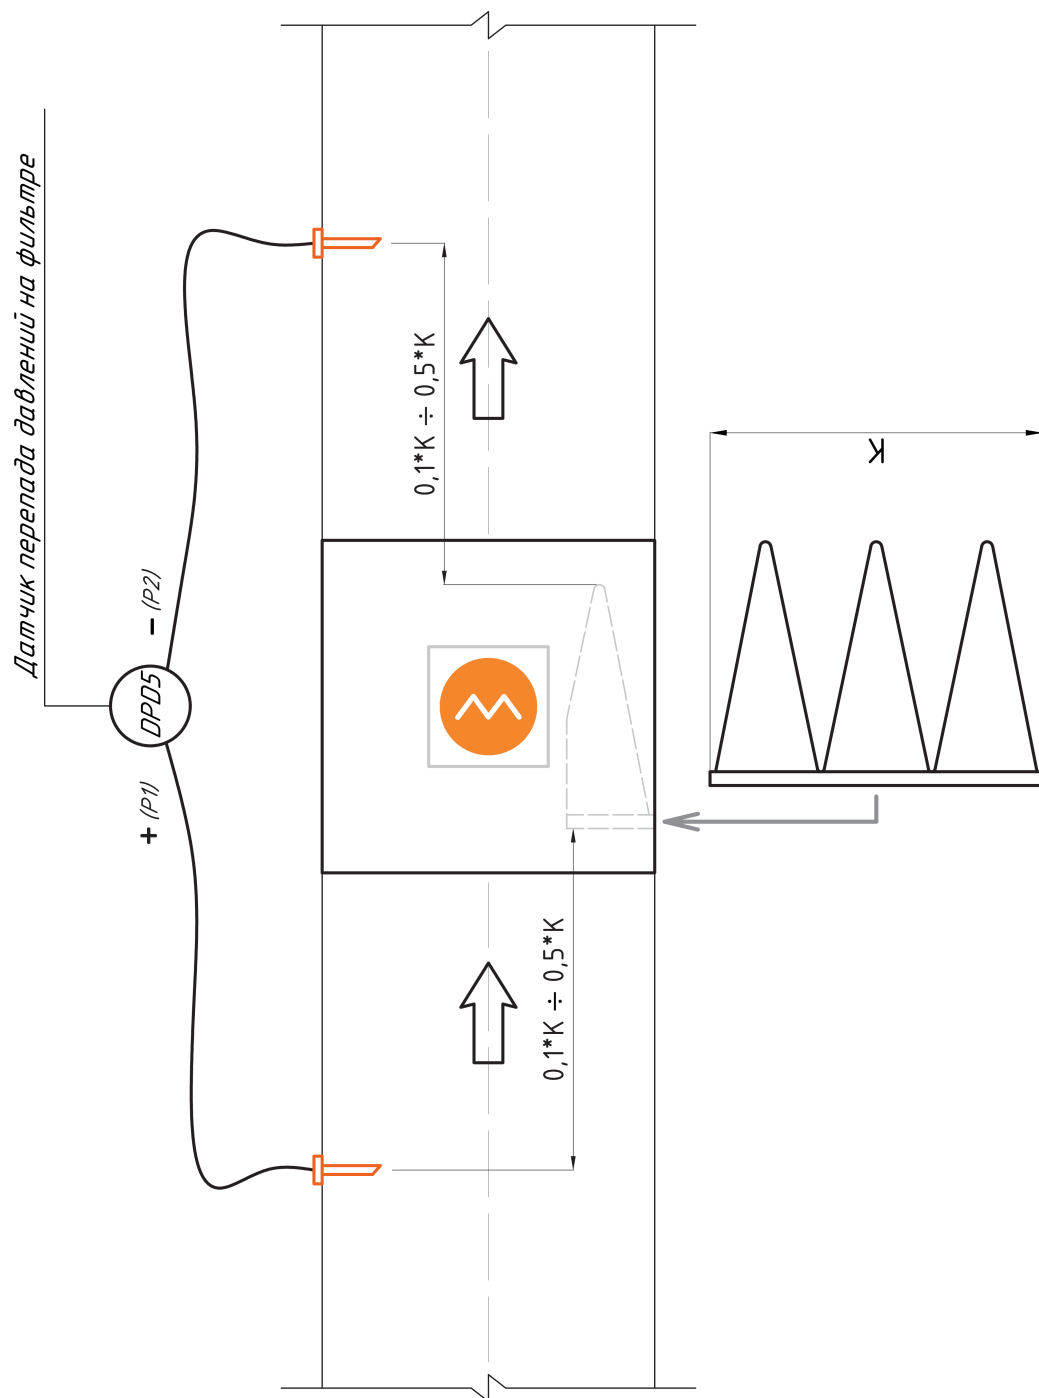

Рисунок 5.1 – Принципиальная схема расположения датчиков
5.9. Для дистанционного контроля степени загрязнения фильтрующей вставки рекомендуется применять дифференциальный датчик перепада давления DPD-5. Монтаж зондов датчика DPD производить в соответствии с рис. (см. рисунок 5.1). Рекомендуется устанавливать датчик перепада давлений на минимальном расстоянии от зондов.